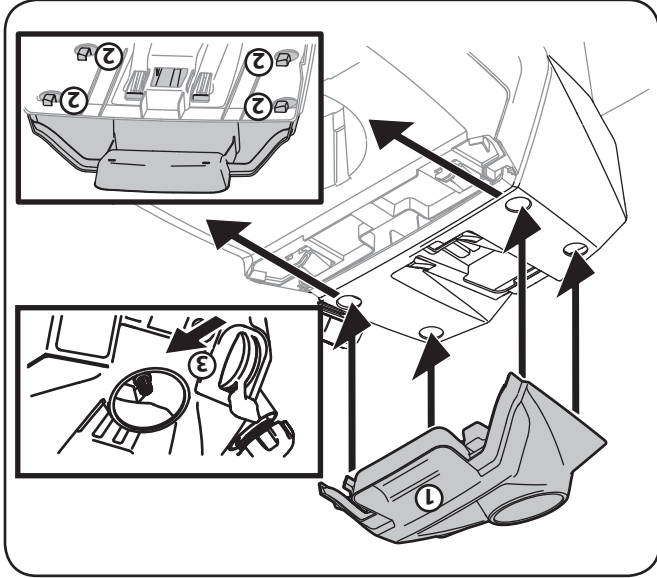

Figure 3-7
Pour installer le couvercle du tableau de bord (1), alignez les pattes du couvercle (2) avec les trous sur la partie supérieure du tableau de bord. Voir Figure 3-7. Insérez **avec soin** les pattes (2) dans les trous sur la partie supérieure du tableau de bord, puis poussez le couvercle (1) pour le fixer en place.